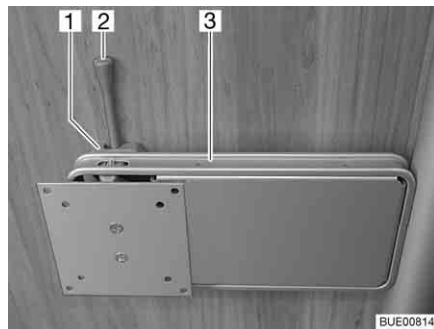

Fig. 63 Supporto su colonna
- Spingere di lato la leva di sbloccaggio (Fig. 63,2) e ruotare il supporto (Fig. 63,3) con lo schermo piatto nella posizione desiderata.
- Riportare indietro lo schermo piatto finché il supporto (Fig. 63,3) non si innesta nel bloccaggio (Fig. 63,1).